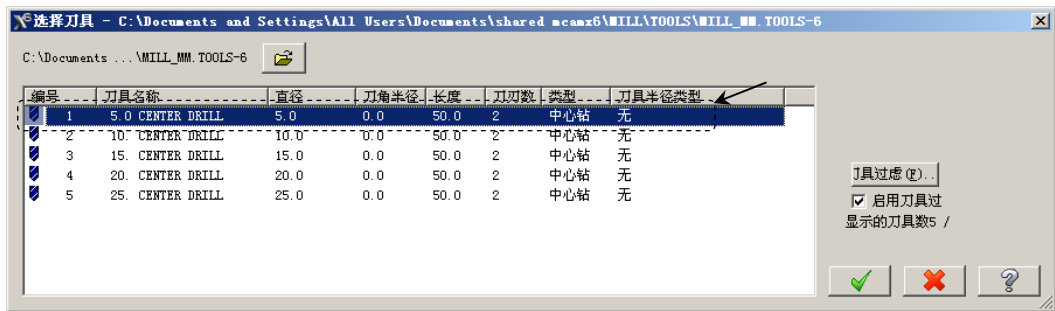

图 16.8 “选择刀具”对话框
Step4. 选择刀具。在“2D 刀具路径 – 钻孔/全圆铣削 深孔钻-无啄孔”对话框中，单击 **从刀具库中选择...** 按钮，系统弹出“选择刀具”对话框，在该对话框的列表框中选择图 16.8 所示的刀具。单击 **✓** 按钮，关闭“选择刀具”对话框，系统返回至“2D 刀具路径 – 钻孔/全圆铣削 深孔钻-无啄孔”对话框。